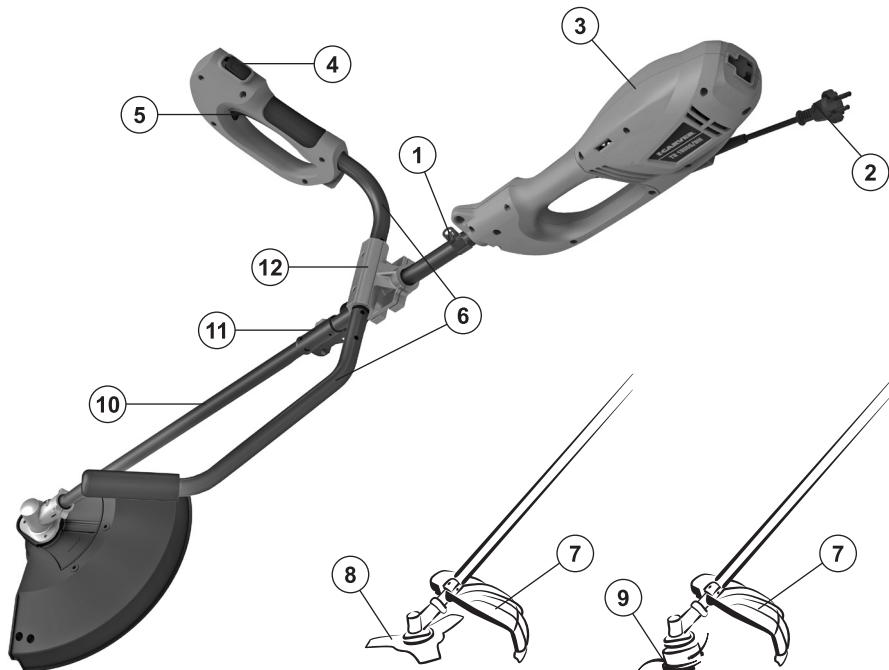

Рис. 2. Расположение основных элементов электротrimмера:
Основные элементы и части электротrimмера представлены на рис. 2.
1. Велосипедная рукоятка (см. рис. 2) состоит из двух частей: левой и правой (6) ручек управления, которые прикреплены к штанге (10) с помощью соединительного кронштейна (12). Левая ручка служит для удержания электротrimмера левой рукой, а правая ручка — для удержания правой рукой и управлением работой электротrimмера. Установка велосипедной рукоятки производится в следующей последовательности (см. рис. 2.1):
2. Отрегулируйте длину ремня таким образом, чтобы при работе режущий элемент электротrimмера двигался параллельно поверхности земли. Пристегните карабин к держателю на штанге так, чтобы добиться идеального баланса между передней и задней частью электротrimмера (рис. 2, п. 1).